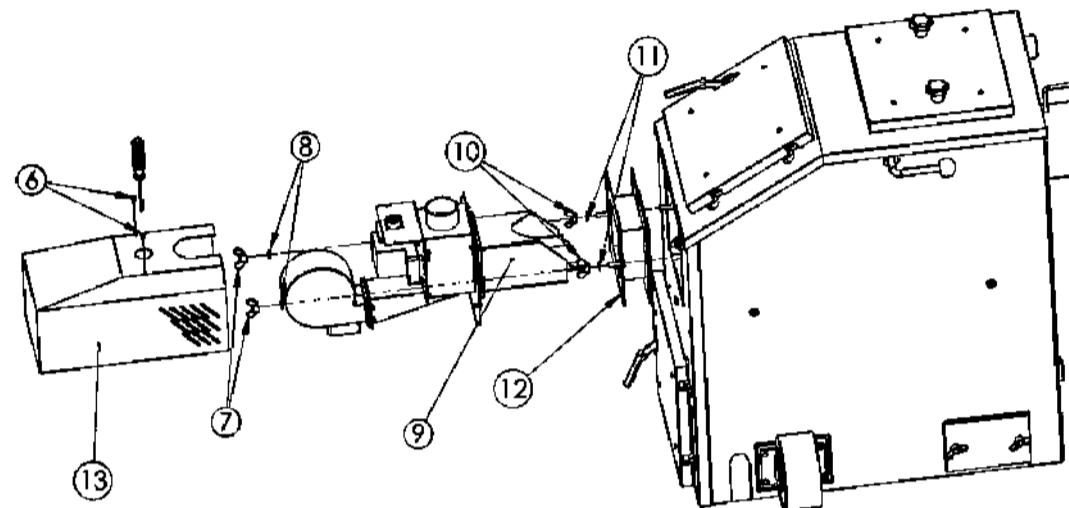
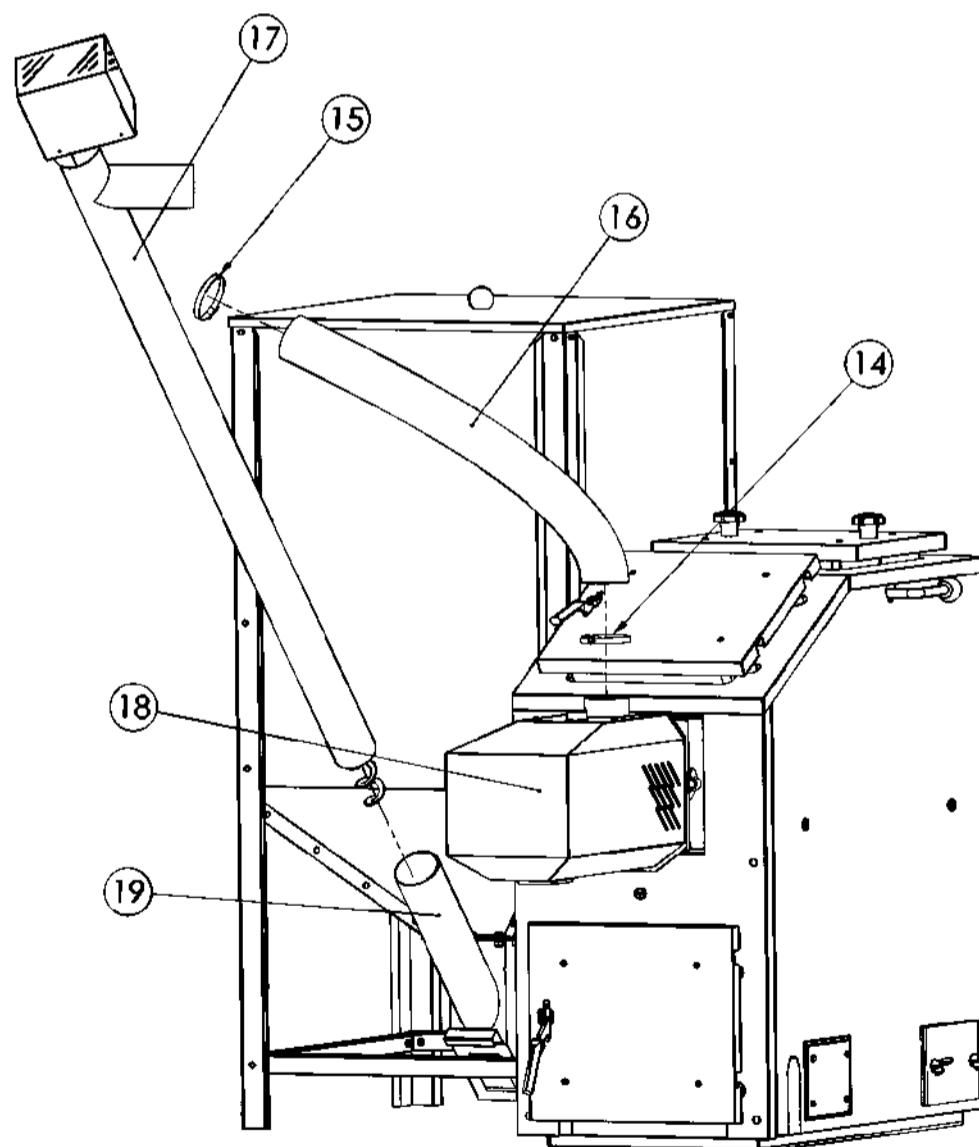

Рис. 13 Монтаж форсунки Платинум Био.
Рис. 14 Монтаж питателя.
2. Снять корпус форсунки (5), открутить два барашка (2) и вынуть два винта (4) с двумя подкладками (3).
3. Установить форсунку (9) в адаптере (12), привинчивая ее двумя барашками (10) с подкладками (11) (рис. 13). Адаптер (12) с форсункой (9) прикрепить в котле двумя барашками (7) с подкладками (8).
4. Установить корпус форсунки (13) фиксируя его винтами (6)
5. Всунуть трубу питателя (17) в фиксирующую трубу (19) (рис. 14.).
6. Установить эластичный шланг (16) на трубу питателя (17) и защитить зажимной повязкой (15).
7. Установить эластичный шланг (16) на трубу форсунки (18) и защитить зажимной повязкой (14).